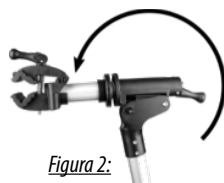

Figura 2:
Ribaltare la testa insieme al morsetto per il telaio (pos. 7 dello schema) verso la posizione di lavoro, figura 2. Fissare la testa premendo sulla leva del bloccaggio (pos. 9 dello schema). Se il fissaggio non dovesse essere sufficiente, ribaltare la leva all'indietro e ruotarla sulla filettatura in senso orario con 1 o 2 giri. Ribaltare di nuovo la leva. Ripetere questa operazione fino a quando la testa insieme al morsetto non è sufficientemente fissata.